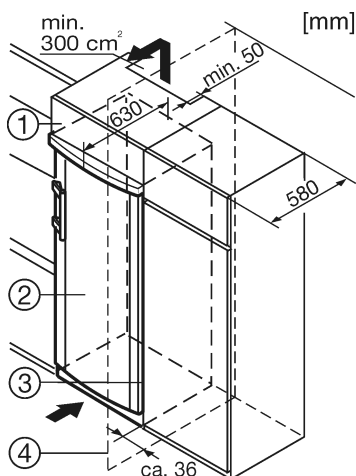

Fig. 7
- (1) Överskåp
(2) Skåp
(3) Köksskåp
(4) Vägg
Skåpet kan byggas in med köksinredningen. För att anpassa skåpet *Fig. 7 (2)* till höjden på köksskåpen kan ett överskåp *Fig. 7 (1)* monteras.
Vid inbyggnad med normala köksskåp (djup max. 580 mm) kan skåpet placeras direkt intill köksskåpet *Fig. 7 (3)*. Skåpets dörr står i sidled 34 mm och i mitten 50 mm framför köksskåpsfronten. Den kan därför utan problem öppnas och stängas.
Om skåpet placeras med gångjärnen bredvid en vägg *Fig. 7 (4)* skall avståndet mellan skåpet och väggen vara minst 36 mm. Detta motsvarar handtagsavståndet med öppen dörr.